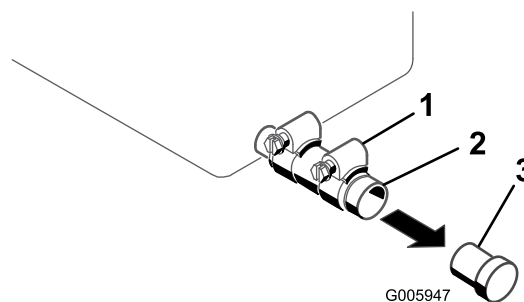

Figura 29
4. Coloque un recipiente debajo del orificio de drenaje de aceite (Figura 29).
5. Afloje la abrazadera y retire el tapón (Figura 29).